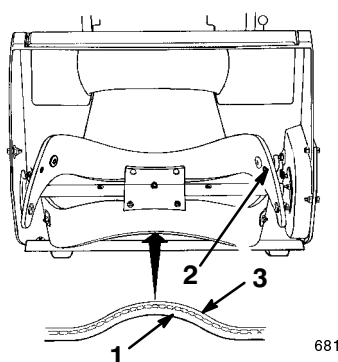

Bild 24
1. Untersuchen Sie die Kante des neuen Rotorblatts auf einen Unterschied in der Schichtstärke (Bild 24). Einige Rotorblätter tragen auf der dicken Seite des Blatts eine Teil-Nr.
Montieren Sie die Rotorblätter mit der dicken Seite an der **Innenseite** der Kurve. (Bild 24). Wenn Sie die Blätter falsch einbauen, können diese unwuchtig sein und zum "Hüpfen" oder "Springen der Fräse" führen."
3. Sichern Sie das Rotorblatt mit zwei Sechskantschrauben, zwei Distanzstücken und zwei Sicherungsmuttern an den Rotorhälften. Dabei müssen sich die Schraubenköpfe an der dicken Seite des Blatts befinden (Bild 24).
4. Biegen Sie das Rotorblatt und sichern es mit den restlichen Torx-Schrauben und Sicherungsmuttern ab, wobei Sie die Schraubenköpfe an der dicken Seite des Blatts positionieren (Bild 24).